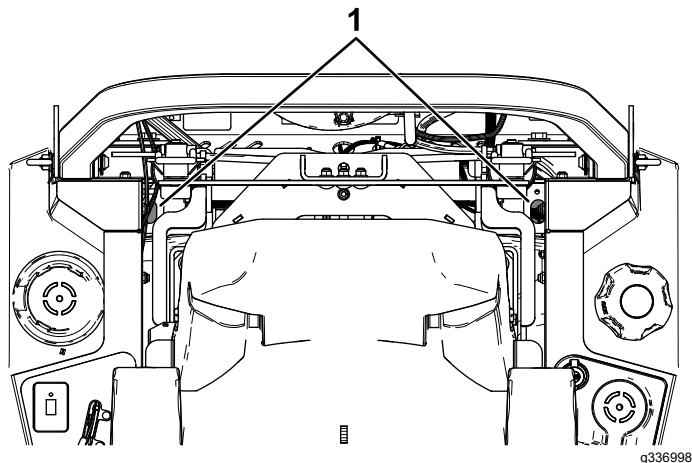

Figura 84
- **Transmisiones hidrostáticas ZT 4400:** utilice una extensión y una llave de vaso de 7/16" para acceder al tapón de ventilación desde la parte superior de la máquina a través de los orificios situados cerca de los soportes de la barra antivuelco (Figura 84).